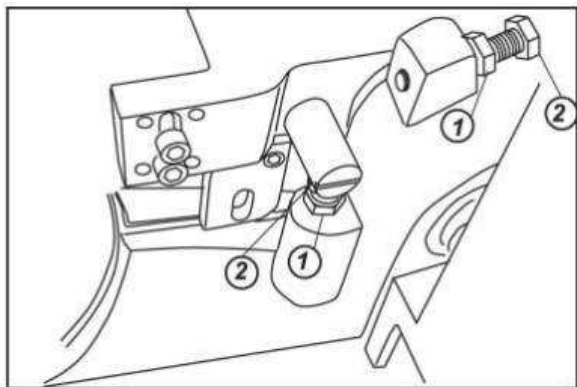

Fig.11
- Desserrez l'écrou à tête hexagonale (1 Fig. 11).
- Vissez ou dévissez le boulon à tête hexagonale (2 Fig. 11) pour exécuter le réglage.